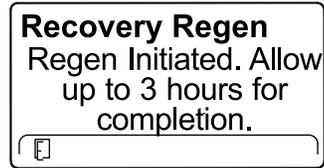

Figura 88
6. L'InfoCenter visualizza il messaggio relativo al tempo di completamento (Figura 88).